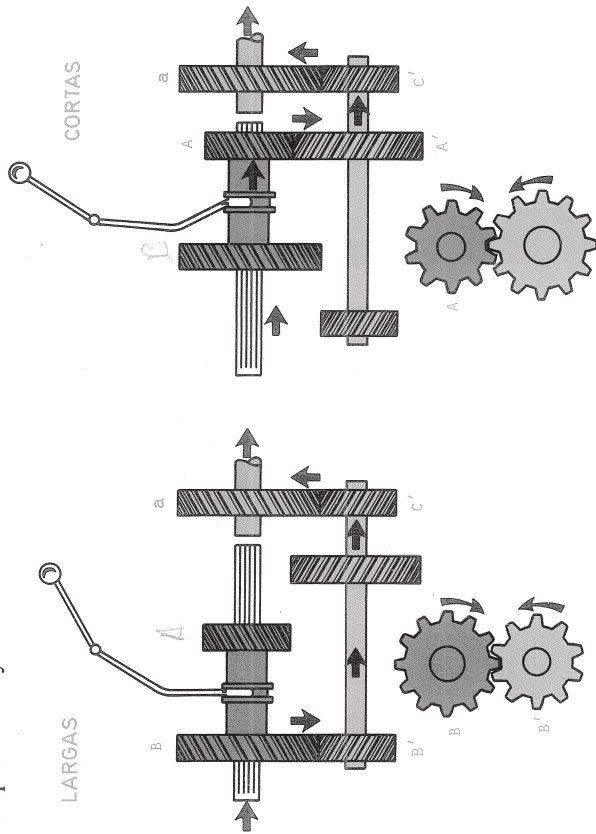

Fig. 24-2. Funcionamiento del grupo reductor.
Poniendo la palanca en la posición de velocidades largas (Fig. 24-2) el piñón grande (B) del desplazable (motriz) engrana con el piñón pequeño (B'), del eje inferior (conducido), con lo cual se consigue un aumento de revoluciones en el segundo eje.